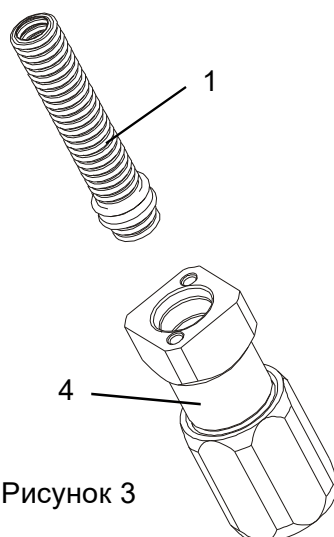

Рисунок 3
- Осторожно извлечь гибкий металлический шланг (1) из муфты (4), (рисунок 3).